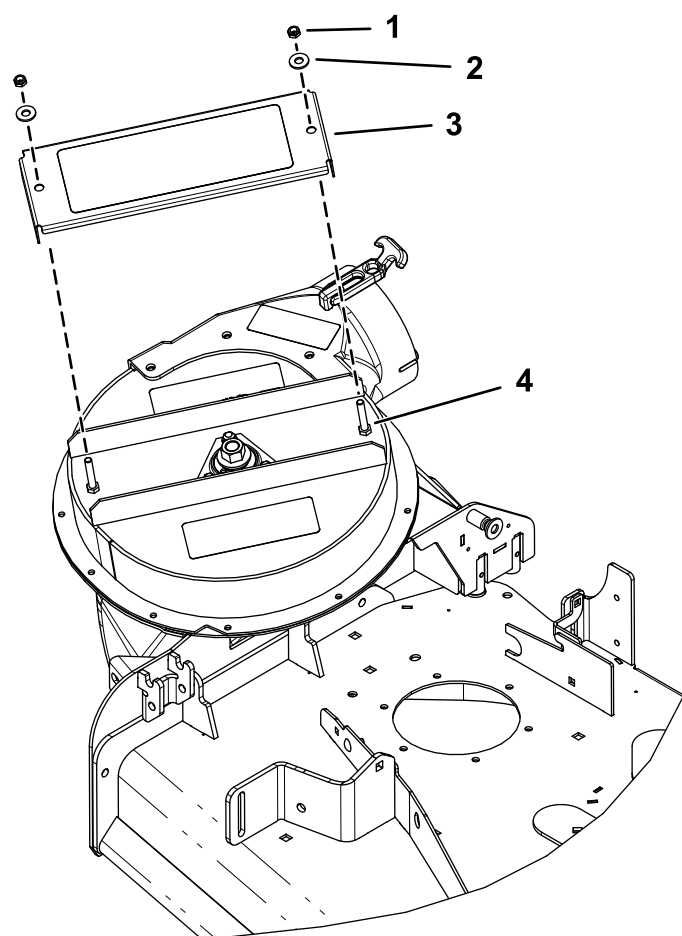

Figura 14
Instale el protector del eje (CE) al soplador con 2 tuercas y 2 arandelas (Figura 14).